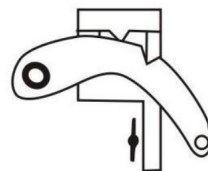

Fig.2.
Treffen Sie alle erforderlichen Vorsichtsmaßnahmen, heben Sie die Last mit dem Wagenheber an (d. h. heben Sie die Last leicht an) und vergewissern Sie sich, dass sich der Griff in der VOLLSTÄNDIG AUFRECHTEN Position befindet. Betätigen Sie dann die Umkehrverriegelung (20), sodass sie sich in der Position „Unten“ befindet, d. h., die Vertiefung an der Verriegelung wird aus der Kerbe am Umkehrschalter gelöst (siehe Abb. 2). Halten Sie den Griff fest und pumpen Sie ihn, als würden Sie eine Last anheben.